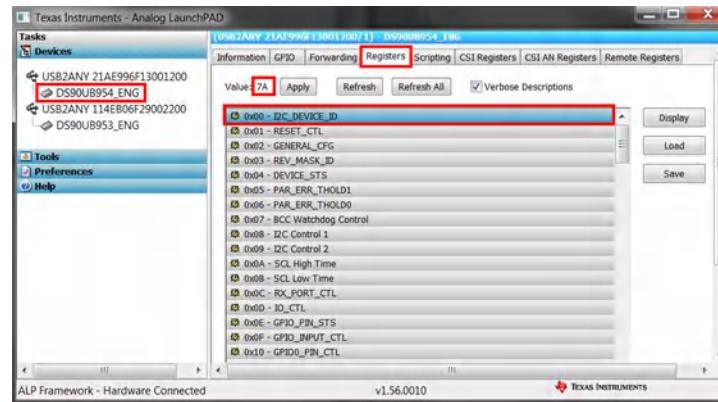

图 3-37. 在“Register”选项卡中读取 I2C 器件 ID
4. 通过转至“Register”选项卡，选择标记为 I2C_DEVICE_ID 的寄存器 0x00 并读取值，验证脚本是否成功进行了本地 I2C 通信，如图 3-37 中所示。如果该值不是 0x7A，则说明未将正确的配置文件分配给正确的 USB2ANY ID。请参阅节 3.4.5 了解更多信息。